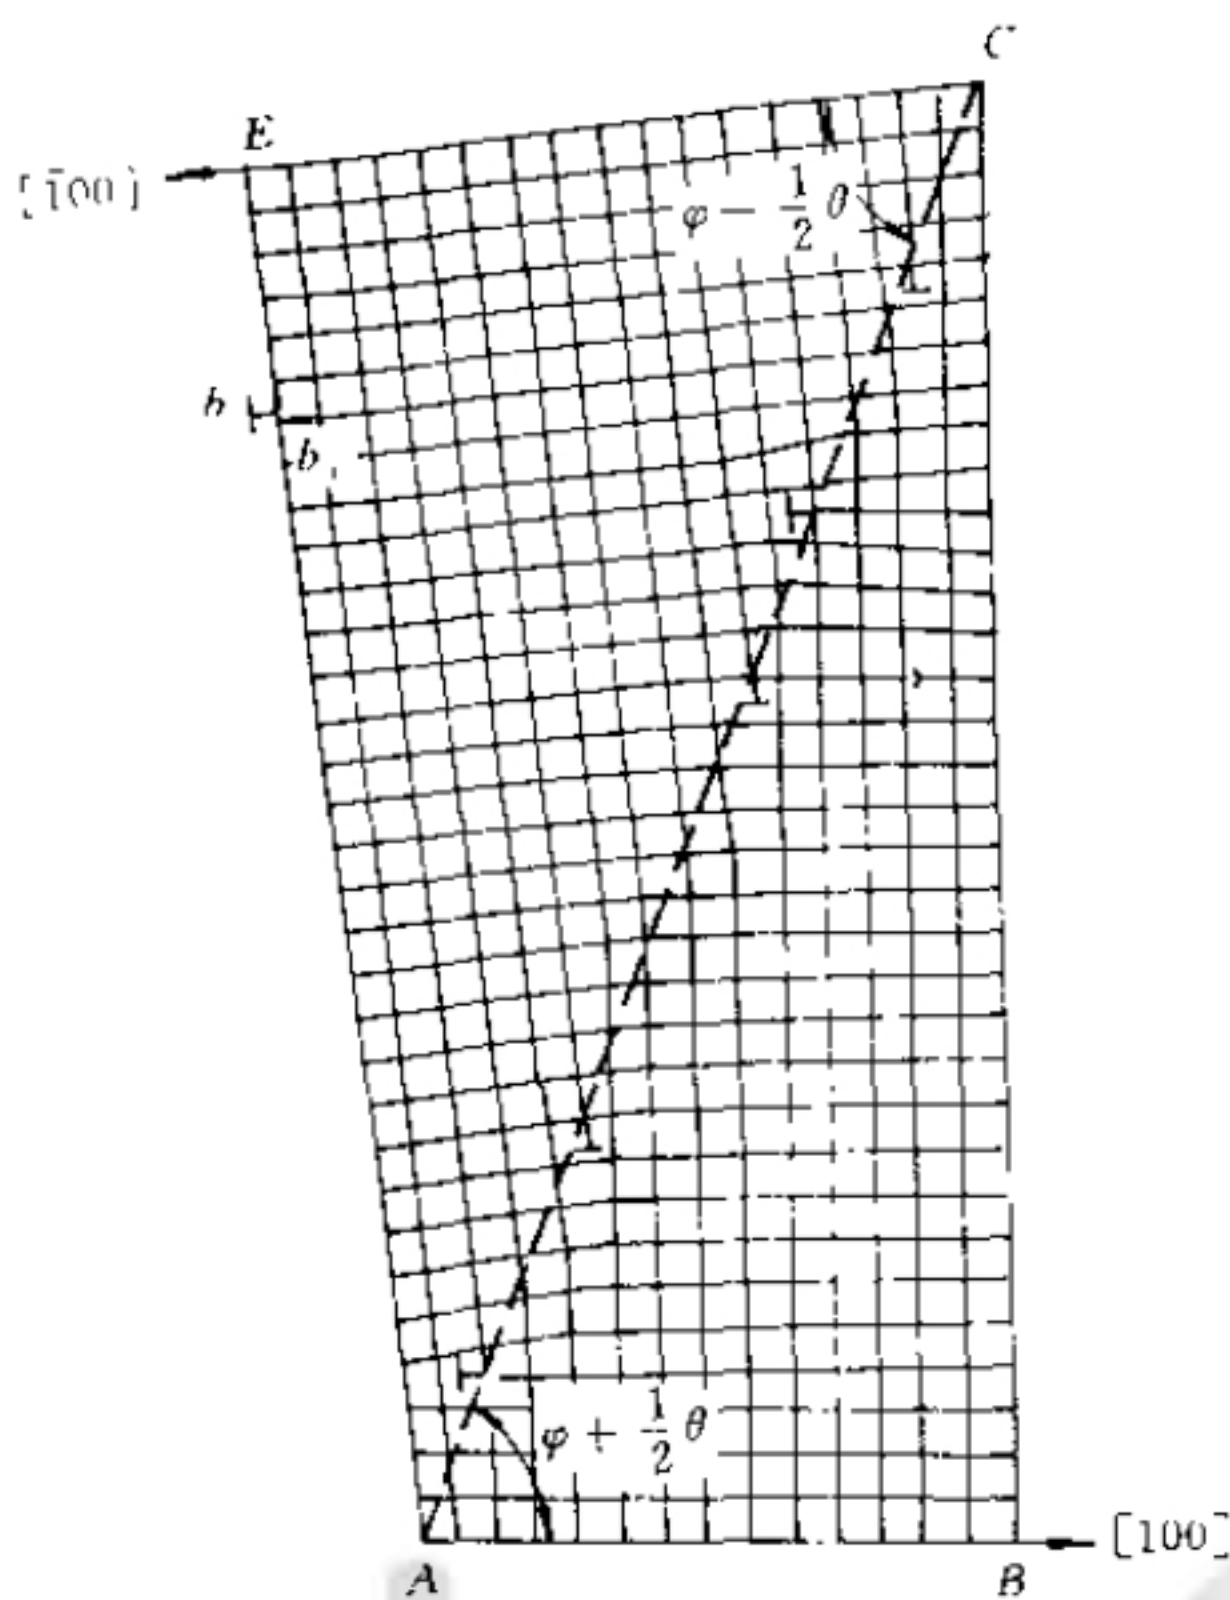

图 1-15 简单立方点阵的
**例 1.2.39** 不对称倾侧晶界是纵向和横向两组刃型位错交替排列而成(如图 1-15 所示)。证明刃型位错间的距离